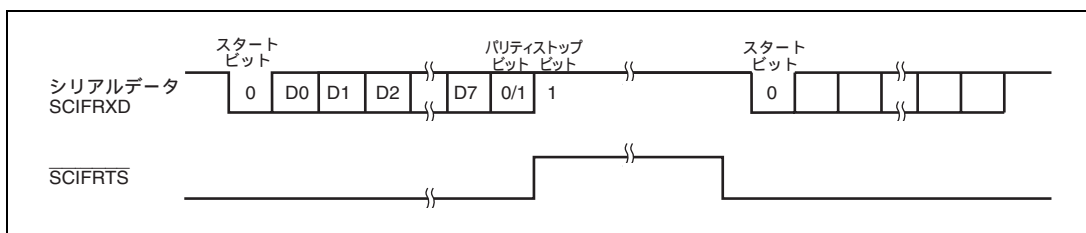

図 22.9 モデムコントロール ( $\overline{\text{SCIFRTS}}$ ) 時の動作例
5. モデムコントロールイネーブル時は、SCFRDRの空き状況によって $\overline{\text{SCIFRTS}}$ 信号を出力します。 $\overline{\text{SCIFRTS}}$ が0のときは受信可能状態です。 $\overline{\text{SCIFRTS}}$ が1のときはSCFRDR内のデータ数が、 $\overline{\text{SCIFRTS}}$ 出力アクティブトリガ設定数以上であることを示します。 $\overline{\text{SCIFRTS}}$ 出力アクティブトリガ値は、SCFCRのビット10～8で指定します。また、SCSCRのREビットが0のときも、 $\overline{\text{SCIFRTS}}$ が1になります。モデムコントロール時の動作例を図22.9に示します。